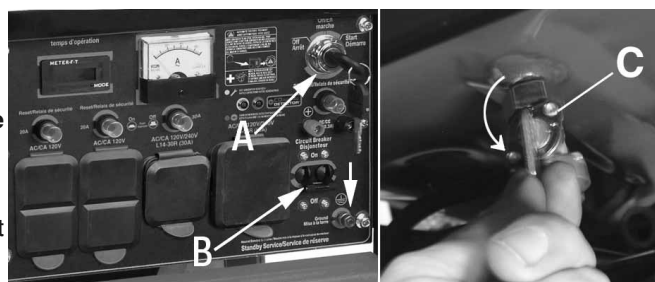

Figure 10
- 1) Mettez le disjoncteur (B) Fig.10 en position d'arrêt ("OFF") en l'abaissant.
- 2) Pour arrêter le moteur, tournez la clé de démarrage de l'interrupteur de courant (A) Fig.10 dans le sens anti-horaire à la position "OFF".
- 3) Fermez la soupape à essence (C) en l'abaissant.